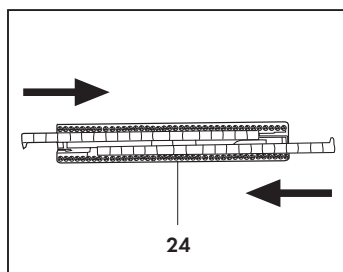

Fig. 9
Per il montaggio del telaio setolato per moquette e tappeti (24), inserire nelle apposite guide le spazzole rigide con le linguette rivolte all'interno (Fig. 9).